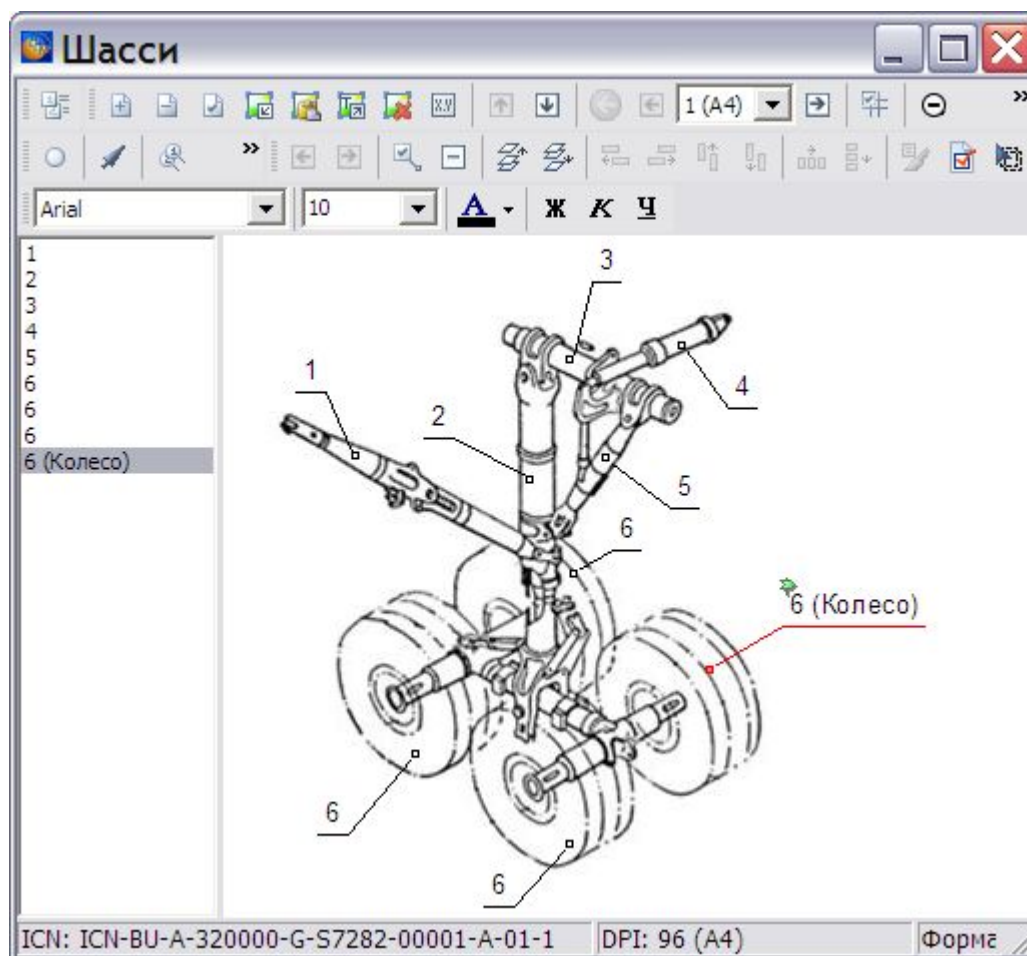

Рис. 3.144
6. Нажмите на кнопку  **Применить свойства**. После этого произойдет возврат в окно **Редактора иллюстраций**. Выноска со ссылкой на лист иллюстрации помечена значком ссылки (Рис. 3.144).